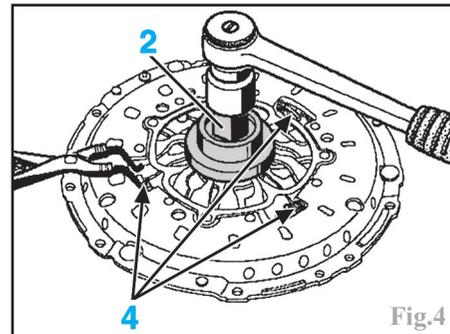

Fig.4
Libérer le mécanisme en desserrant l'écrou (2) complètement tout en maintenant les 3 ressorts (4) comprimés à l'aide de la pince à circlip (Fig.4).